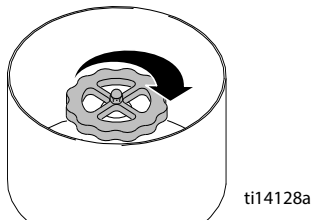

Rys. 3
**UWAGA:** Upewnić się, że złącze WYJŚCIA regulatora jest podłączone do łącznika (64). **Zob. Rys. 3.**
2. Przykręcić łącznik złączki obrotowej (323) na kolanko rury (142). Dokręcać złącze aż do uszczelnienia.
3. Nałożyć szczeliwo do rur na łącznik (408) i przykręcić podzespół rurowy (408, 409, 410) do kolanka (401). Skręcać połączenie do chwili osiągnięcia szczelności.
**UWAGA:** Upewnić się, że złącze WEJŚCIA regulatora jest podłączone do kolanka rury (142). **Zob. Rys. 3.**